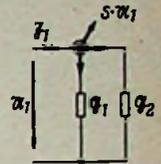

Bild 11b. Zur Berechnung von Y_3 für die GB-Schaltung
$$Y_3 = -(S + G_2) \quad \text{(Bild 11b)} \quad (15)$$